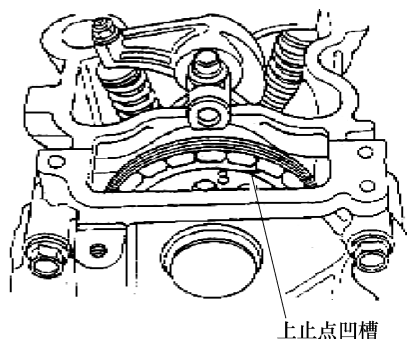

图 2-90 旋转曲轴使标记对齐
7) 顺时针旋转曲轴。将凸轮轴链轮上的3号活塞上止点凹槽与缸盖上边缘对齐,见图2-90。